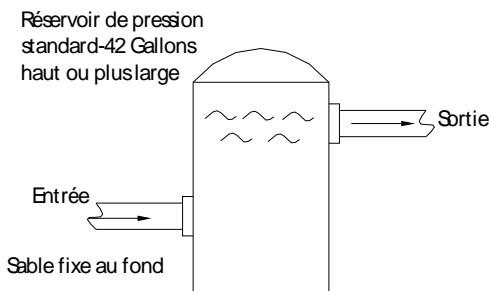

Figure 6
**NOTE:** Pour les montants larges de sédiment, installer un filtre sur le côté d'entrée de la pompe (Voir Figure 6).